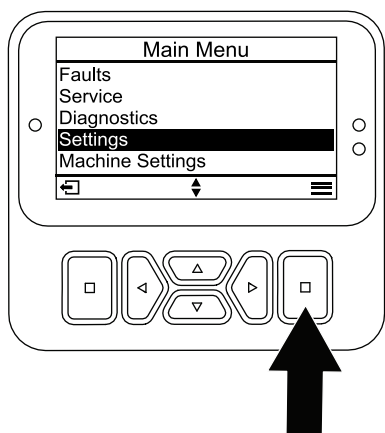

図 25
1. メインメニューから、設定メニューまで下にスクロールし、選択ボタン (図 25) を押します。